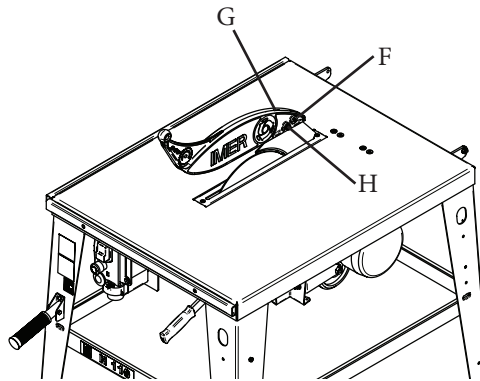

Fig. 6
La partie de la lame qui dépasse au-dessus de la table est protégée par une protection en polycarbonate [4] (fig.1). La protection est ancrée au couteau diviseur au moyen de deux vis [F] (fig.6).
- serrer la vis [G] (fig. 6) et l'écrou autobloquant [H] (fig. 6) jusqu'à ce que le carter soit bloqué en position soulevée;